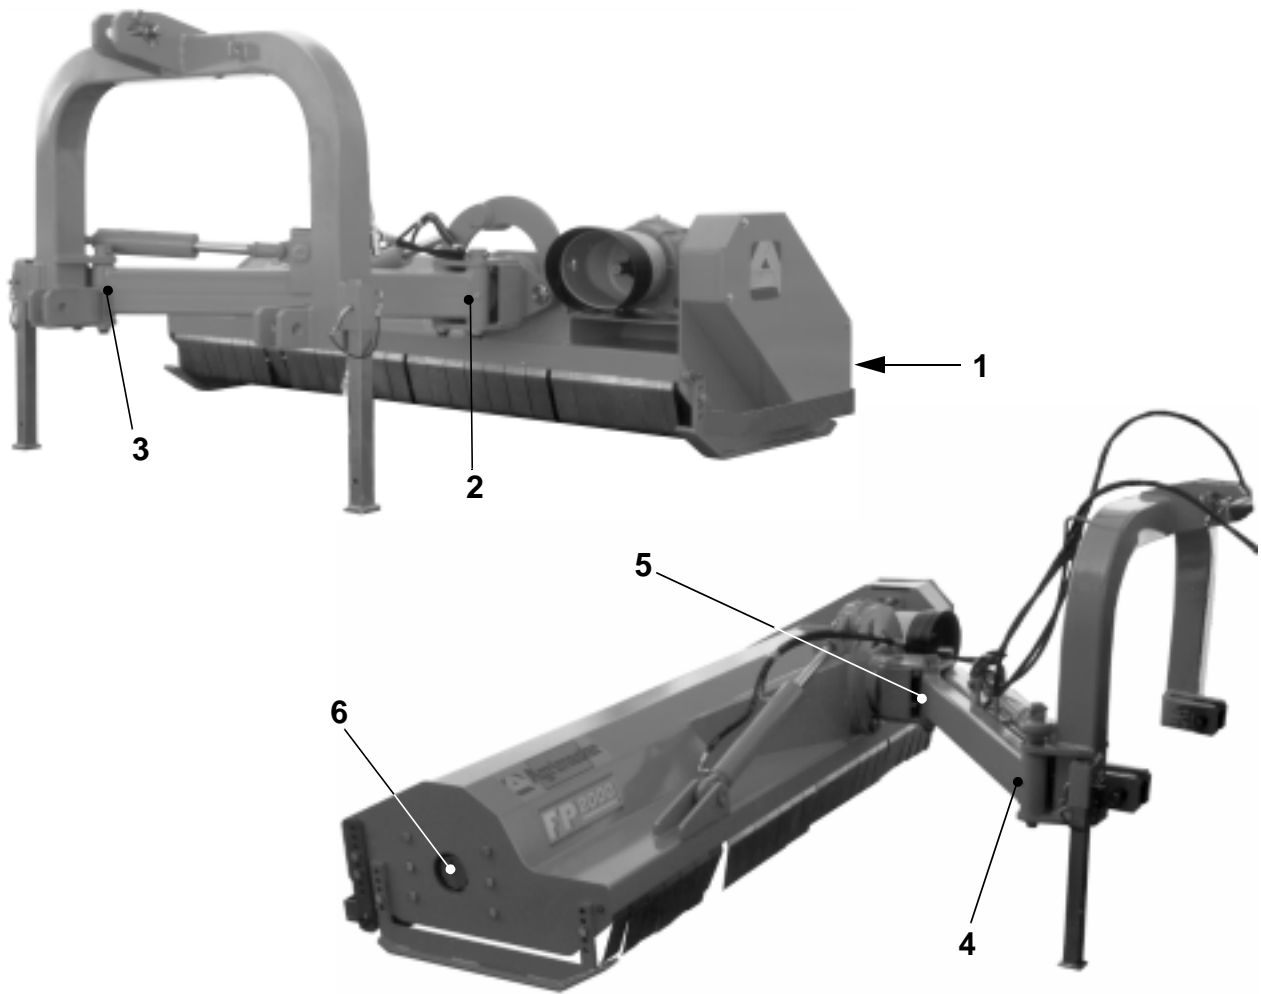

Fig. 8-3 Punti di ingrassaggio - Lubrication points
- Iniettare grasso tipo **ROLOIL "ISOMOV-MS2"** o equivalente negli ingrassatori 1, 2, 3, 4, 5 e 6 (Fig. 8-3).
- Inject **ROLOIL "ISOMOV-MS2"** lube or equivalent in the lubricators 1, 2, 3, 4, 5 and 6 (Fig. 8-3).